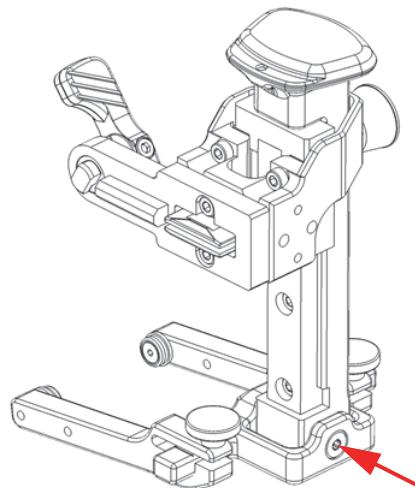

图 2-25 将螺钉放回到螺钉孔中
7. 重新将螺钉安装到轭的旋转梁中（参见第53页的图 2-25）。